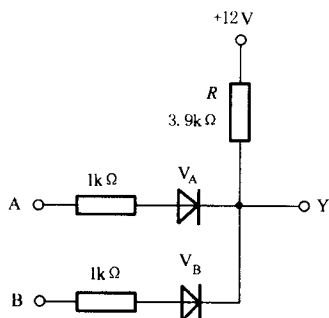

图 1-12 题 1-9 图
1-9 在图 1-12 中, 试求下列几种情况下输出端 Y 的电位 U_Y 、及各元件 (R 、 V_A 、 V_B) 中通过的电流: (1) $U_A = U_B = 0\text{V}$; (2) $U_A = +3\text{V}$, $U_B = 0\text{V}$; (3) $U_A = U_B = +3\text{V}$ 。二极管的正向压降可忽略不计。
- 解 (1) $U_Y = 12\text{V}$